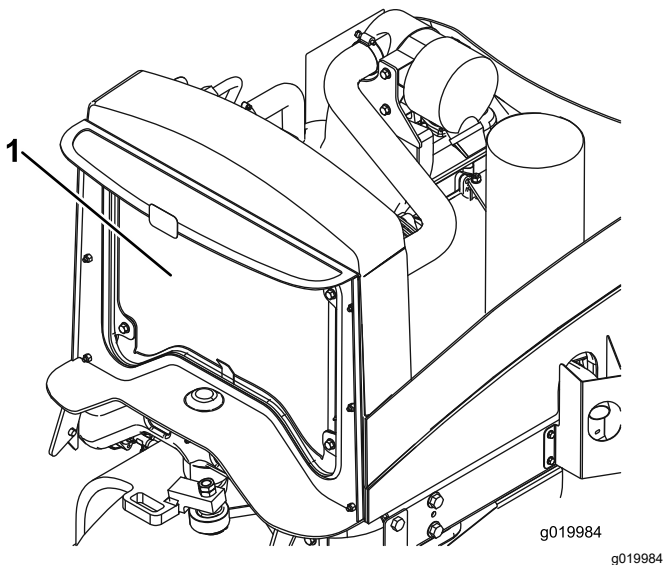

Figura 60
2. Limpie a fondo ambos lados del radiador/enfriador de aceite con aire comprimido (Figura 60).